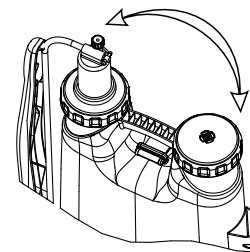
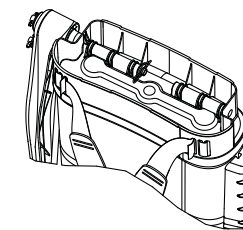
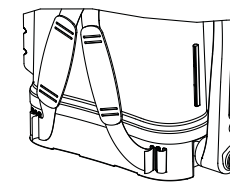

Рис.2
Рис.3
Рис.4
- демонтируйте рычаг (65), шатун (66) и вал (62), удалив все шплинты, шайбы и оси, фиксирующие данные узлы;
- переставьте местами узел насоса вместе с крышкой (74) и сетчатый фильтр с крышкой заливной горловины (48) (Рис.2);
- снимите держатель (76), потянув его вверх вдоль бака, и закрепите его на противоположной стороне бака;
- установите вал (62) в отверстие поддона со стороны узла насоса (Рис.3), наденьте его на шайбу (61) и протолкните до упора;
- в отверстие на валу вставьте шплинт (43);
- в отверстие в верхней части узла насоса вставьте шатун (66), на выступающий край которого наденьте шайбу (44). Закрепите шатун осью (67), установив ее в отверстие на шатуне;
- установите рычаг (65) одновременно на шатун и вал;
- установите шайбы соответствующего диаметра и оси (67)
2. Закрепите ремень на верхней части опрыскивателя, продев петлю ремня в "ухо" на опрыскивателе. Закрепите ремень осью (52). Свободные концы ремня закрепите в отверстиях на баке (Рис. 4).